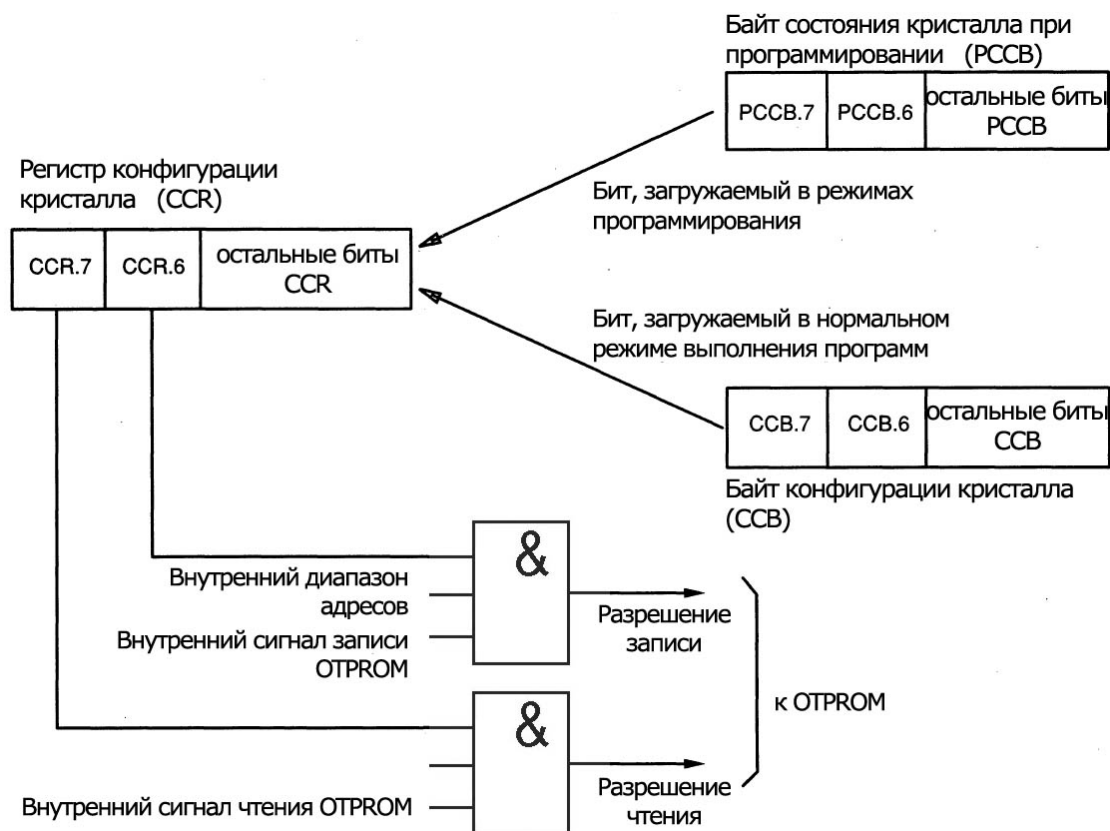

Рисунок 14.4 – Байт конфигурации кристалла
Рисунок 14.4 иллюстрирует взаимодействие CCB и PCCB с регистром конфигурации кристалла.
- д) запустить алгоритм режима AUTO, рисунок 14.4. Алгоритм пропускает CCB и программирует остальное OTPROM.
д) запустить алгоритм автоматического режима, рисунок 14.4. За это время алгоритм программирует ССВ и пропускает остальные области OTPROM